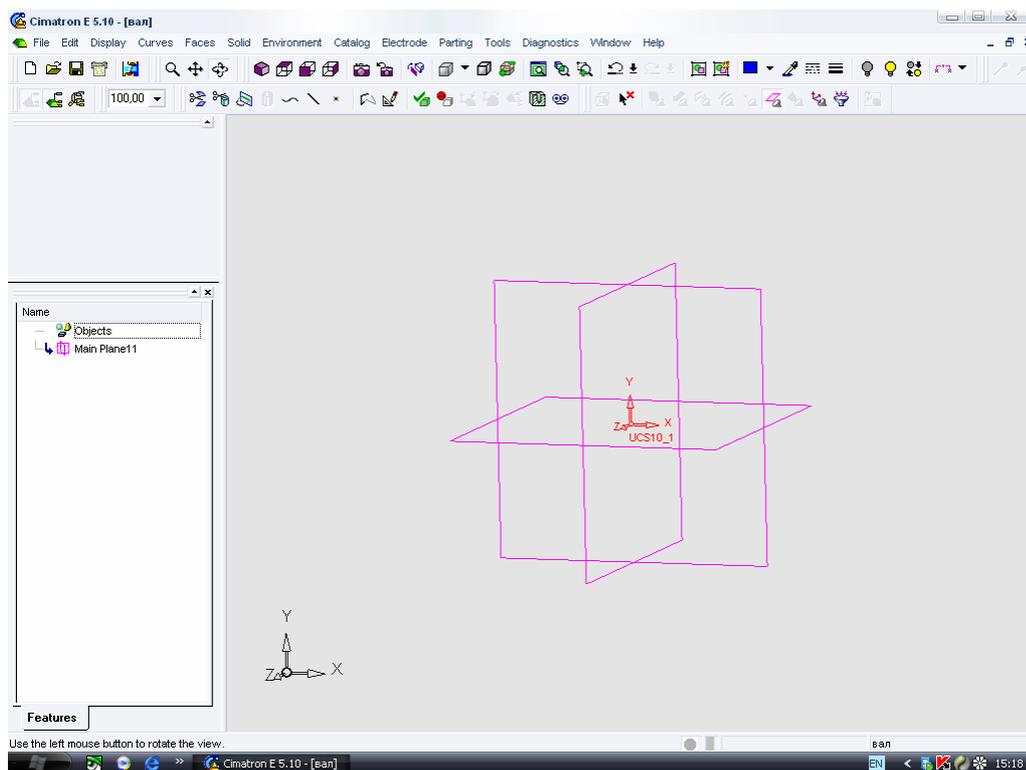

Рисунок 1 - Главные плоскости, в которых будем строить 3-D модель вала
1. Строим 3D-модель вала. Для этого при запуске Cimatron выберем модуль 3D-моделирования. Сохраняем файл Save as «вал.elt». Выбираем в пункте меню Environment > Plane > Main Planes и отмечаем пользовательскую систему координат. Подтверждаем выбор плоскостей нажатием ОК. На экране появляются главные плоскости (рисунок 1).